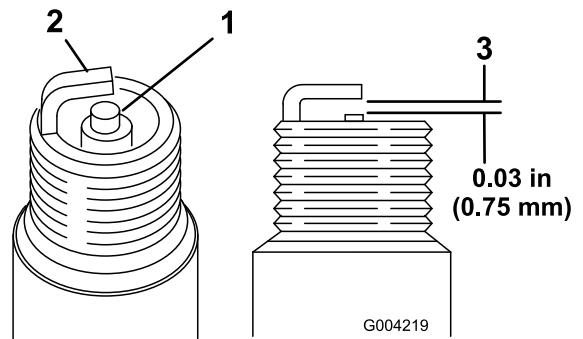

Figura 15
1. Mire la parte central de la bujía (Figura 15). Si se observa un color gris o marrón claro en el aislante, el motor está funcionando correctamente. Si el aislante tiene un recubrimiento negro, significa que el limpiador de aire está sucio.
2. Compruebe la separación entre los electrodos central y lateral (Figura 15). Si la distancia no es correcta, doble el electrodo lateral (Figura 15).